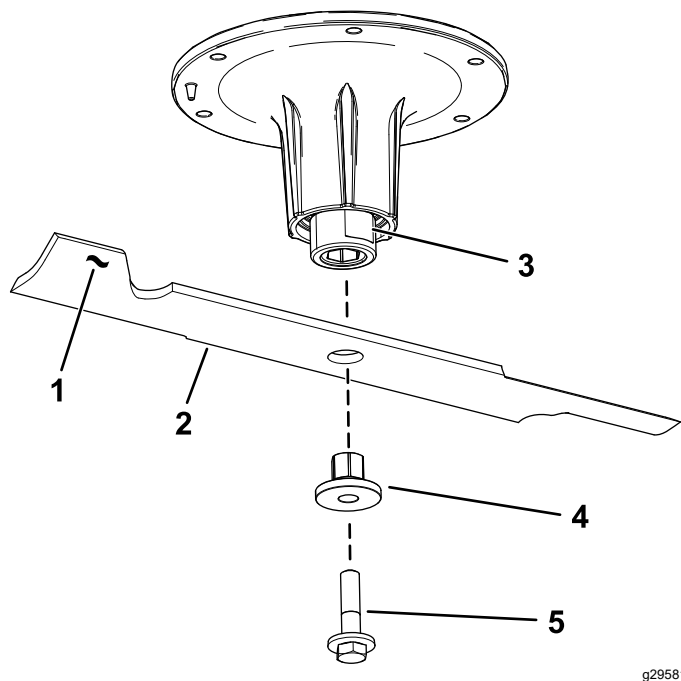

Bild 80
2. Entfernen Sie die Messerschraube, Buchse und das Messer von der Spindelwelle (Bild 80).